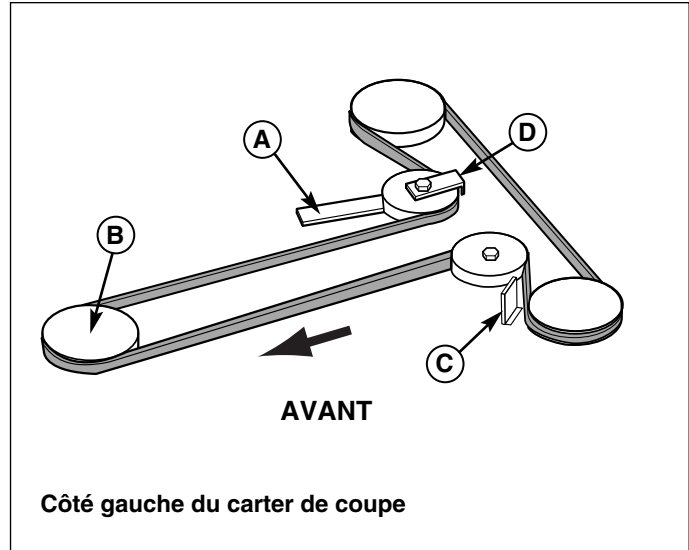
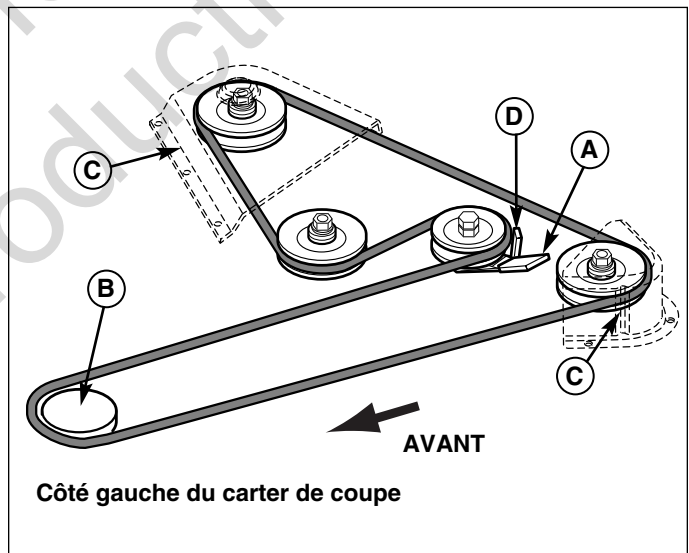

Figure 36. Configuration typique de la courroie sur les carter - à deux lames
Figure 37. Configuration typique de la courroie sur les carter - à trois lames
3. Pousser le bras de tension (A, Figure 37 ou 38) pour détendre la courroie. Dégager la courroie de la poulie de PDF (embrayage électrique).
4. Desserrer la butée supérieure de la tondeuse (C, Figure 36) ou le couvre-courroie (C, Figure 37).
6. Positionner la butée supérieure de la tondeuse (C, Figure 36) dans sa position d'origine. Il doit y avoir un espace de 3 mm (1/8 po) entre la butée supérieure de la tondeuse et la poulie.
7. Positionner le guide de courroie de la poulie de tension (D, Figure 36 ou 37) dans sa position originale contre le bras (A) de manière qu'il y ait un espace de 3 mm (1/8 po) entre la poulie et le guide de courroie.